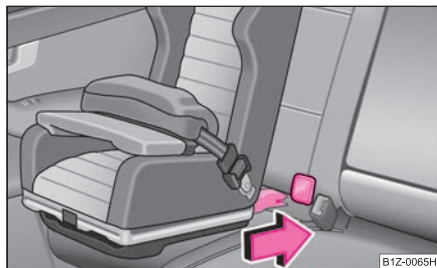

Fig. 162 Introduzione del seggiolino ISOFIX negli adattatori precedentemente montati
- Introdurre i bracci di arresto del seggiolino negli occhielli di ritegno attraverso gli adattatori precedentemente montati fino ad avvertire lo scatto in posizione ⇒ fig. 162.